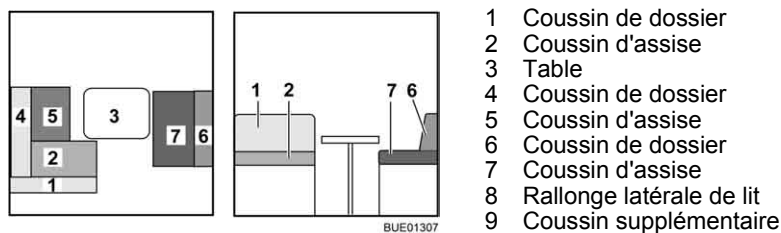

Fig. 143 Avant la transformation
- Convertir la table (Fig. 143,3) en sommier de lit (voir paragraphe 6.11).
- Enlever le coussin de dossier (Fig. 143,1) et le placer de côté.